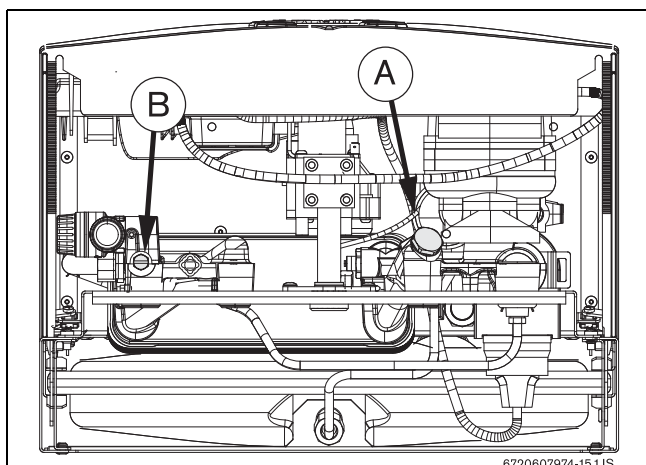

Рис. 28
- ▶ Открутить заглушку (Рис. 28, поз. А).
- ▶ Отвинтить сливной винт (Рис. 28, поз. В).